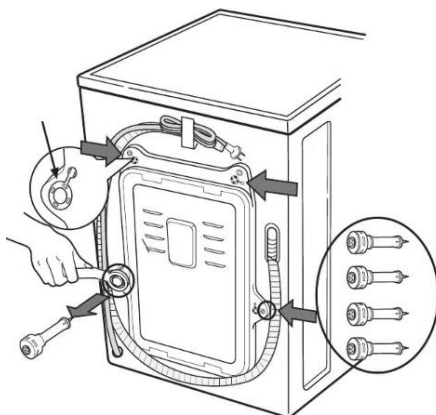

Рисунок 2
1. Во избежание внутреннего повреждения при транспортировке, на приборе устанавливаются 4 болта. Перед использованием стиральной машины демонтируйте эти болты (см. рис. 2)
- 2. С помощью гаечного ключа (входит в комплект поставки) ослабьте 4 болта (см. рис. 2)